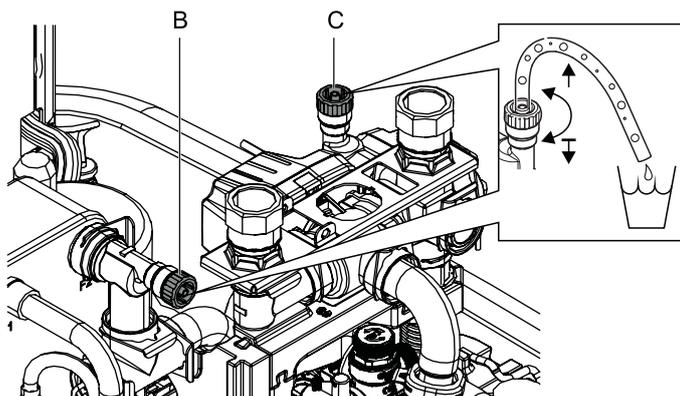

Fig. 5-4 Válvulas de purga manuales
- Conectar una manguera a la válvula de purga manual (fig. 5-4, pos. B) y alejar del dispositivo. Abrir la válvula hasta que salga agua.
- Conectar una manguera a la segunda válvula de purga manual (fig. 5-4, pos. C) y abrir hasta que salga agua.